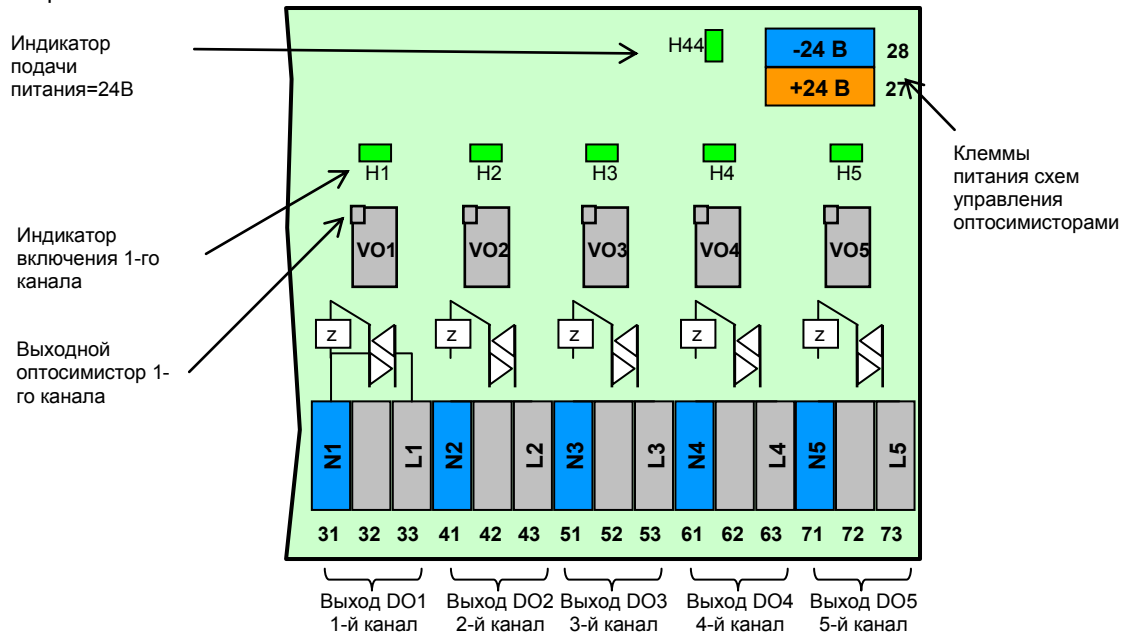

Рисунок 10.9 - Подключение дискретных выходов с помощью клеммно-блочного соединителя КБЗ-29С-01
10.3.4.3 Подключение дискретных выходов с помощью клеммно-блочного соединителя КБЗ-29С-01 представлено на рис. 10.9.